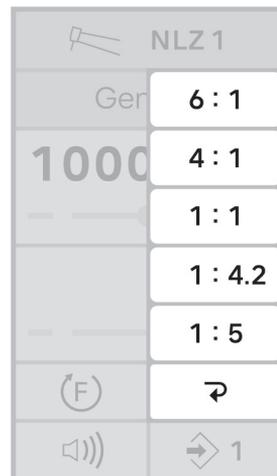

Figure 8.
2. Sélectionner le rapport de transmission de la pièce à main à utiliser (Figure 8).